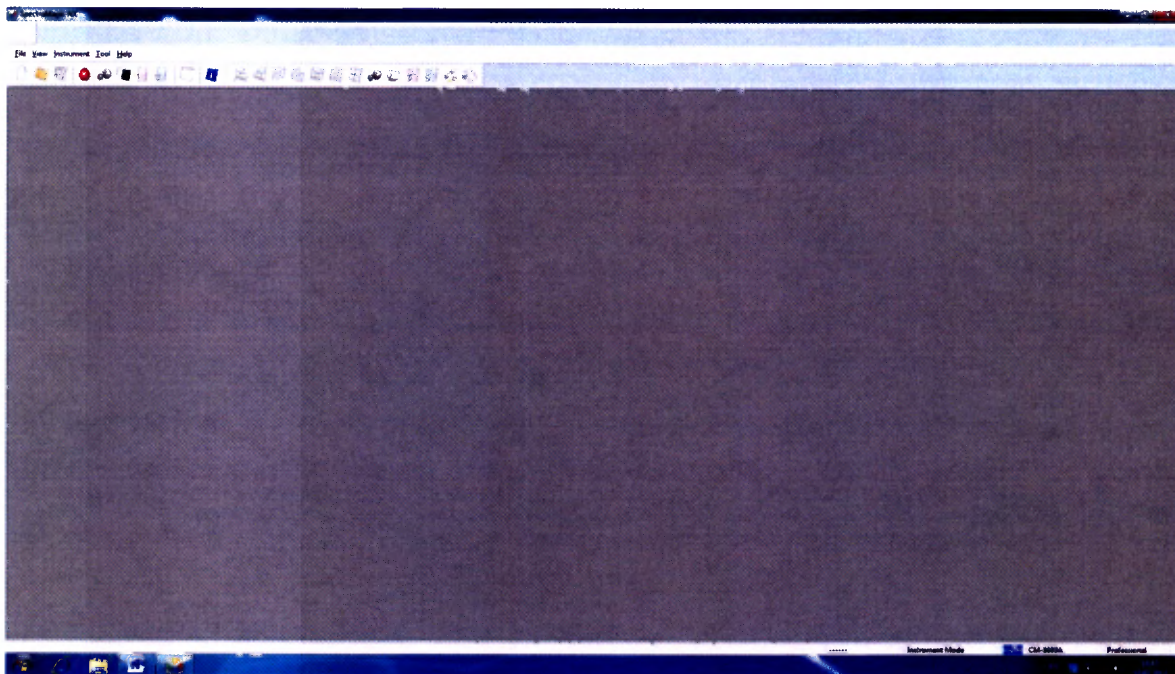
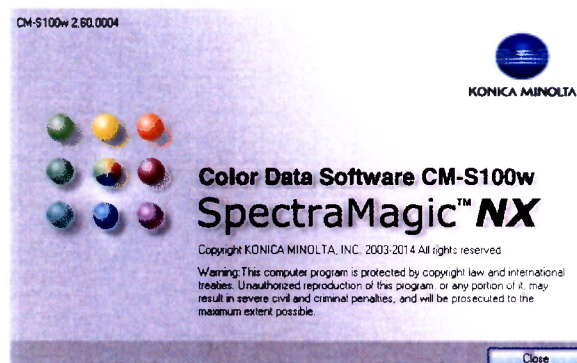
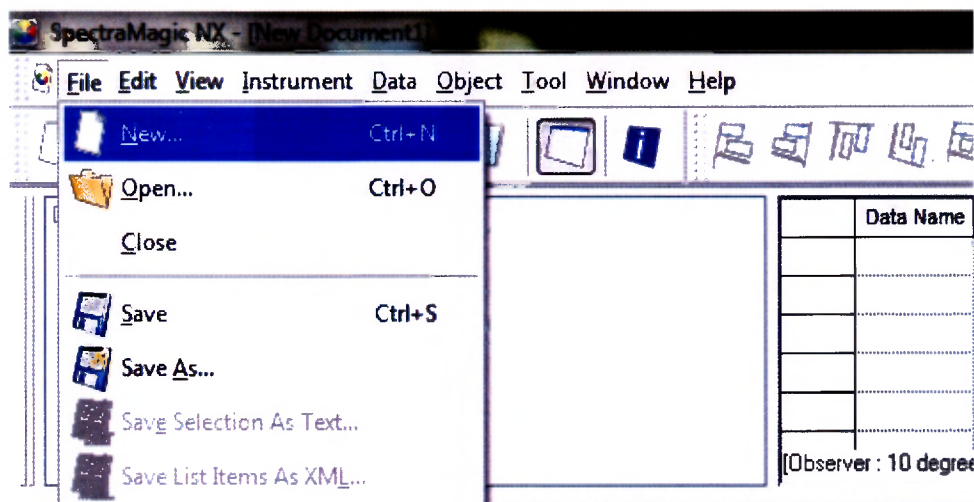

Рисунок 1
Рисунок 4
Рисунок 5
8.2.1 Запустить программное обеспечение, кликнув два раза на ярлык  на рабочем столе компьютера. Откроется основное окно программы (см. рисунок 1).
8.3.2 Для просмотра идентификационных данных программного обеспечения масс-спектрометров необходимо в главном окне программы SpectraMagic NX (см. рисунок 1) зайти во вкладку Help и затем нажать на раздел About. После этого в главном окне программы отобразится наименование и номер версии программного обеспечения (см. рисунок 4).
8.4.1.2 Для этого открыть главное окно программы (см. рисунок 1) и создать новое измерение. Для этого открываем закладку File – New (см. рисунок 5).